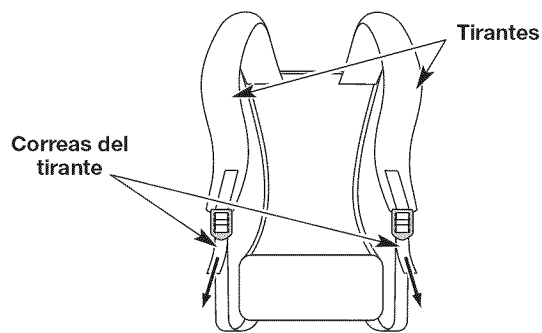

Fig. 10
2. Hale las correas del tirante hacia abajo para apretarlo (Fig. 10).